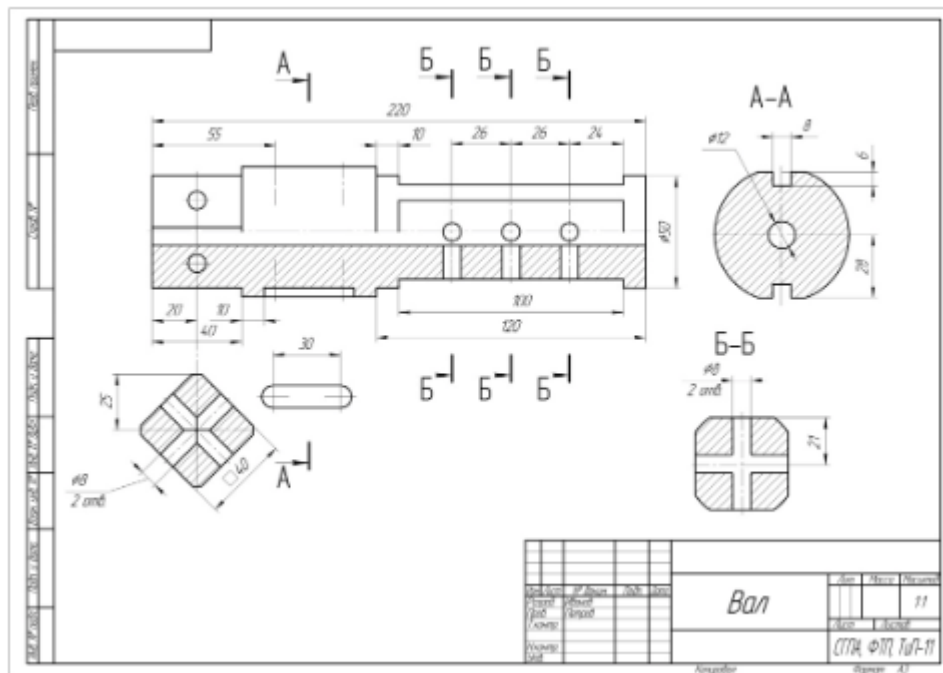

Рисунок 29 – Пример оформления графической работы
1. По заданной аксонометрической проекции детали, вычертить в графическом редакторе главный вид, см. рис.29;